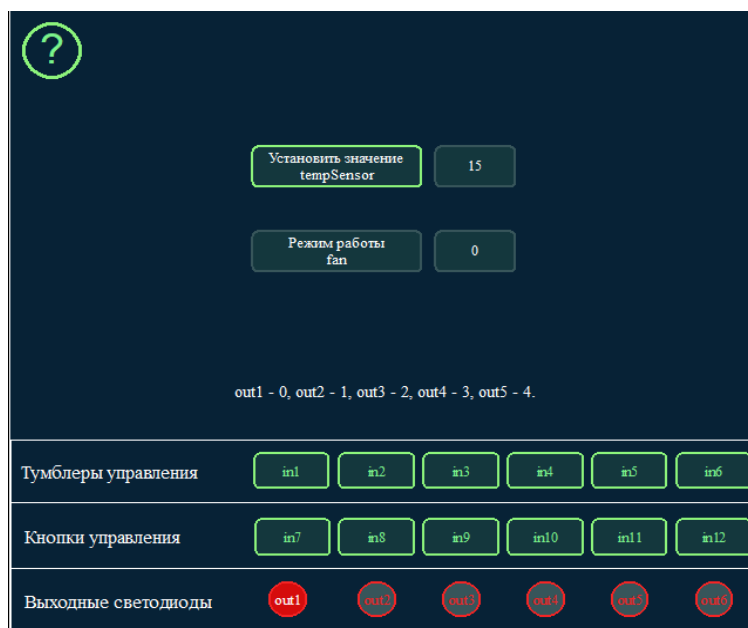

Рисунок 2.42– Режим работы вентилятора при температуре 15 °C
**Ход работы. Реализация конфигурирования объектом управления (вентилятором) в зависимости от влияющих факторов (температуры) с использованием операторов выбора и ограничения, сравнения.** Пользователю дан объект управления – вентилятор. Вентилятор имеет **5 режимов** работы в зависимости от температуры: **1 режим** – скорость вентилятора равна 0, при температуре от 0 до 20 °C включительно (рис. 2.42); **2 режим** – скорость вентилятора равна 1, при температуре от 21 до 40 °C включительно; **3 режим** – скорость вентилятора равна 2, при температуре от 41 до 60 °C включительно (рис. 2.43); **4 режим** – скорость вентилятора равна 3, при температуре от 61 до 80 °C включительно; **5 режим** – скорость вентилятора равна 4, при температуре от 81 до 100 °C включительно.